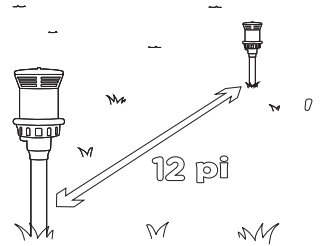

Figure 5
2. Disposer les appareils à 3,7 m (12 pi) d'écart ou moins le long du périmètre (figure 5).